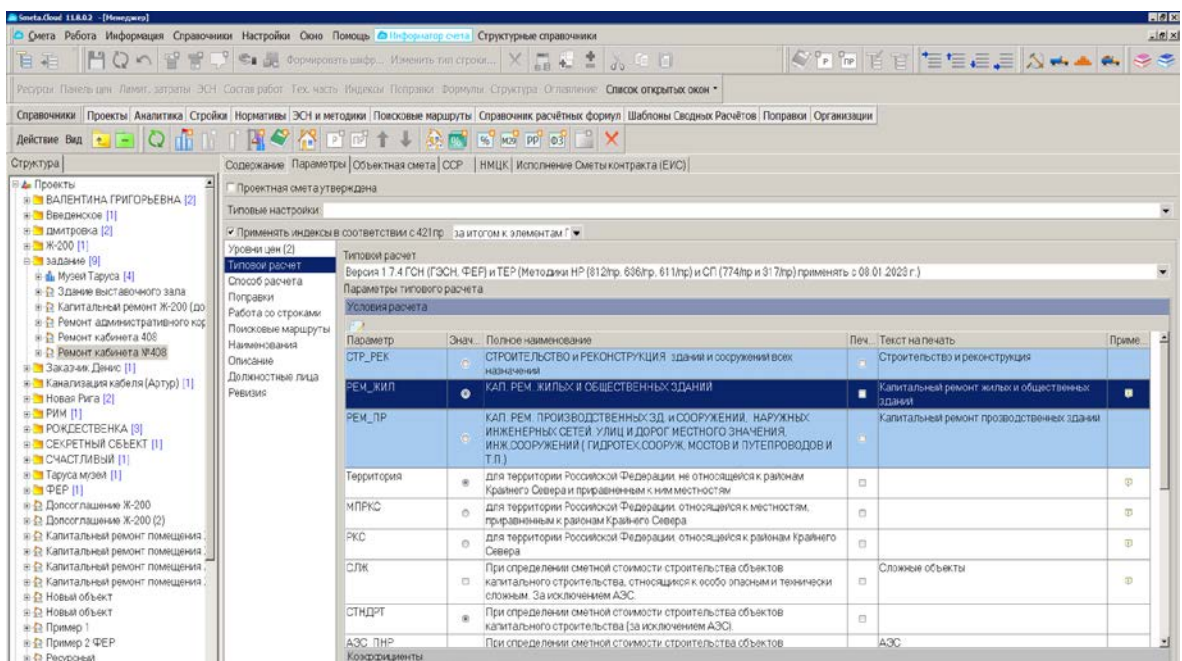

**Рис. 5. Установка индексов пересчета сметной стоимости**
- на вкладке «Индексы» прописать индексы пересчета вручную, согласно Письма Минстроя РФ (рис.5).